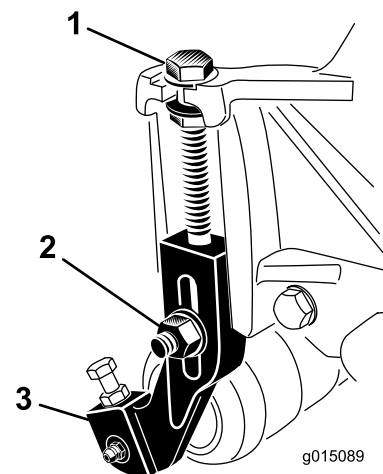

Bild 17
1. Lösen Sie die Sicherungsmuttern, mit denen die Schnitthöhenhalterungen an den Seitenplatten der Schneideinheit befestigt sind (Bild 17).